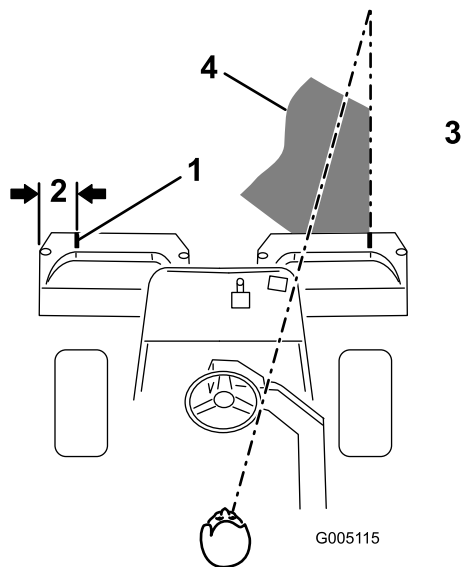
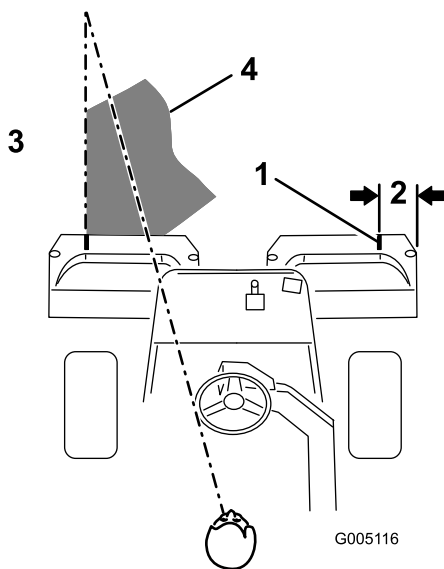

Figura 29
Figura 30
2. Applicare una striscia adesiva bianca, oppure tracciate una linea con della vernice bianca, su ciascun cestello, parallela al bordo esterno del cestello stesso (Figura 29).
3. Durante le passate di ritorno sovrapponetevi uno spazio minimo alla falciatura precedente. Per tosare in linea retta il green e mantenere la macchina alla medesima distanza dal bordo della falciatura precedente, immaginate una linea da 1,8-3 m circa davanti alla macchina fino al bordo della sezione di green da tosare (Figura 29 e Figura 30). Potrebbe essere utile includere nella linea di collimazione il bordo esterno del volante, vale a dire, tenere allineato il bordo del volante con un punto che si trovi sempre alla stessa distanza dalla parte anteriore della macchina (Figura 29 e Figura 30).